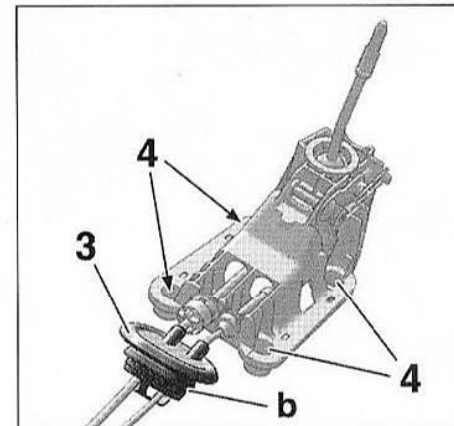

FIG.11
- Déverrouiller les arrêts de gaines (2).
- Déclipper l'entretoise de maintien en (b) (Fig.11).
- Dégager le joint d'étanchéité (3).